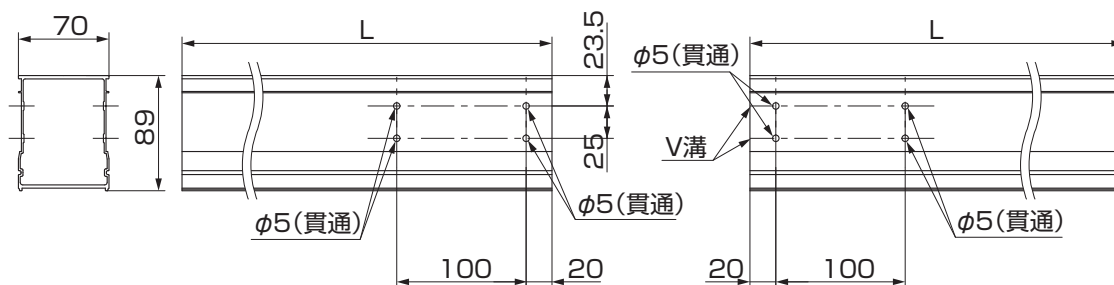

図8-2 ベース材 横加工図
- ②図8-2、表8-2を参照して、ベース材 横を切断し、穴加工をしてください。